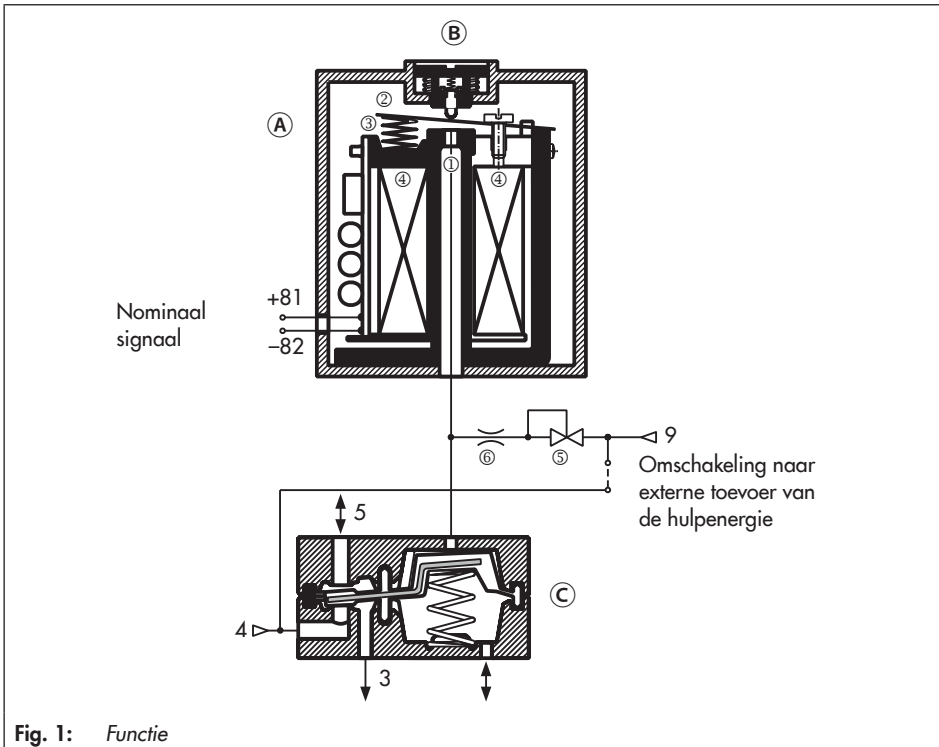

Fig. 1: Functie
De magneetventielen bestaan uit een binaire i/p-omvormer (A) met handmatige hulpbediening (B) (optioneel) en een eenzijdig bediend, geïntegreerd boosterventiel (C) met retourveer (Fig. 1).